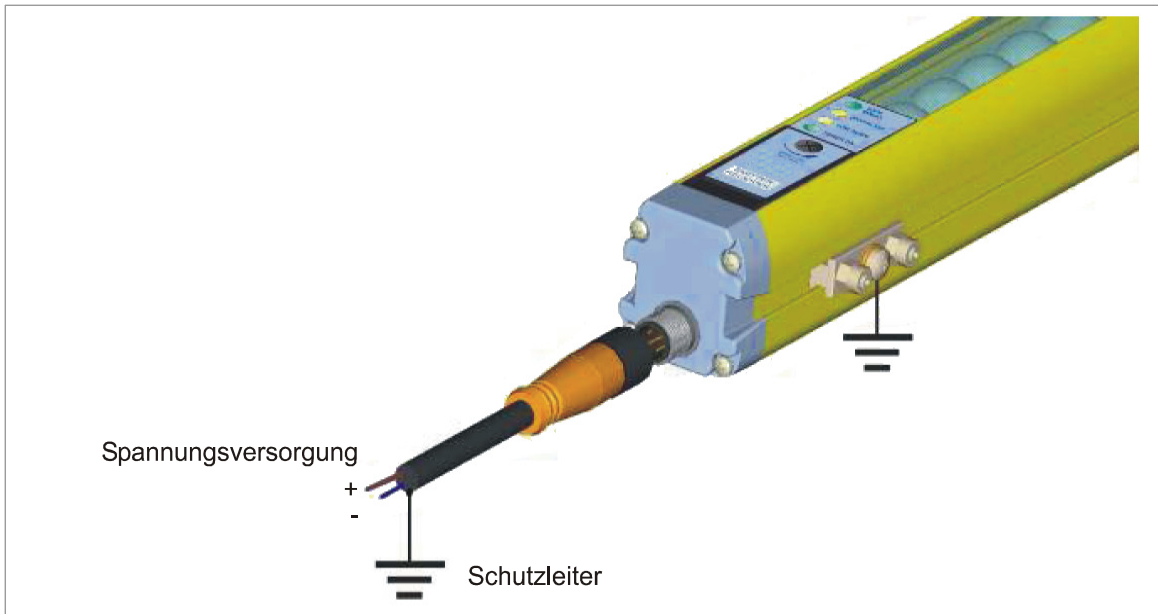

Abb. 14
Abb.14 zeigt den fachgerechten Anschluss sowohl des Senders bzw. Empfängers als des Kabels im Falle von Erdung.
- Befolgen Sie das auf Seite 20 in Abb.14 gezeigte Schema, falls Sie die Erdung des ganzen Systems vornehmen wollen.